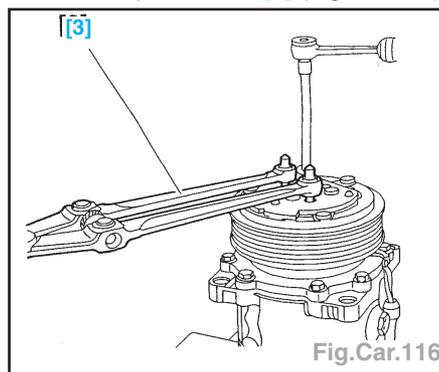

Fig.Car.116
- Mettre en place l'outil [3] (Fig.Car.116).